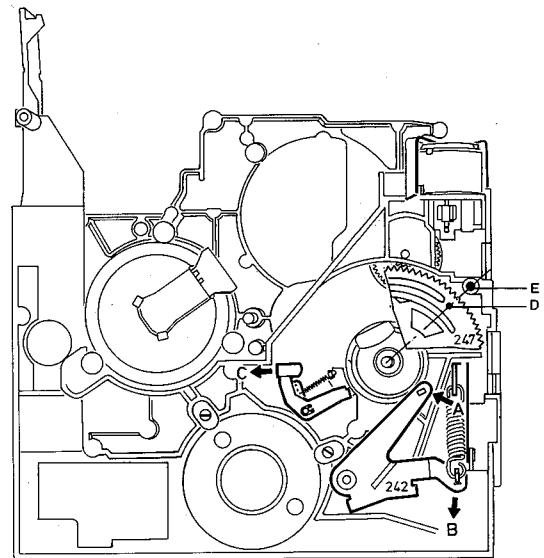

Fig. 2-1-4
- Codescheibe ausbauen, indem sie von der Zentralachse abgehoben wird. Dabei muss gleichzeitig der Hebel 213 auswärts gedrückt werden, Fig. 2-1-4.
- Der Gleitblock so auf die Achse der Fühler stellen, dass die lange Achse in etwa senkrecht zu der Verbindungslinie zu der Achse der Codescheibe steht, Fig. 2-1-4.